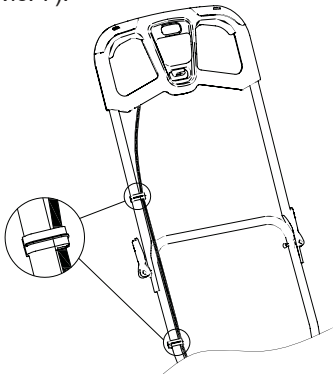

Рис. 7 Фиксация кабеля включения
- Закрепите кабель включения на рабочей рукоятке двумя фиксаторами (Рис. 7).